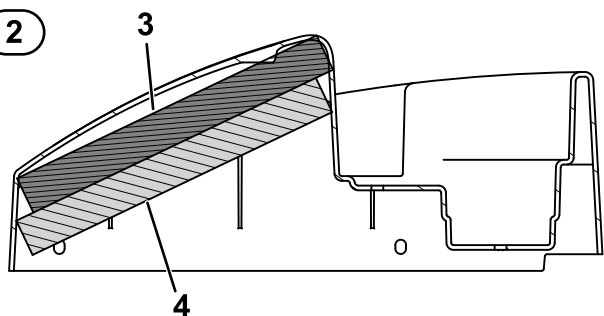

Figure 16
La Figure 16 montre une vue de dessus et en coupe (latérale) de la mousse installée dans le couvercle.
7. Placez le bloc de mousse inférieure sur le bloc de mousse supérieur du couvercle de frein (Figure 15 et Figure 16).